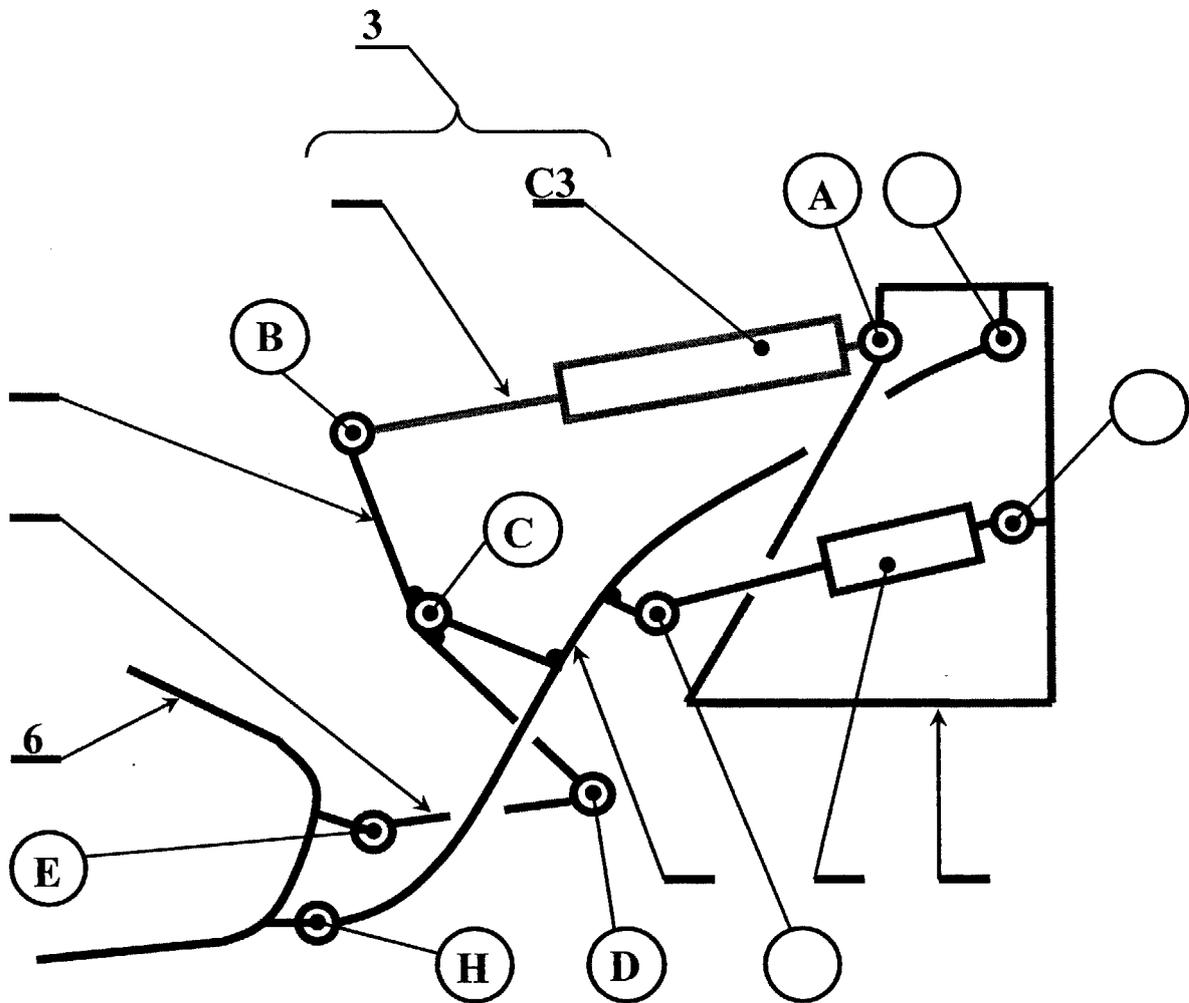

Figure 5
1.2) Tracer sur la figure 5 (page précédente), les trajectoires demandées et donner les noms des mouvements.